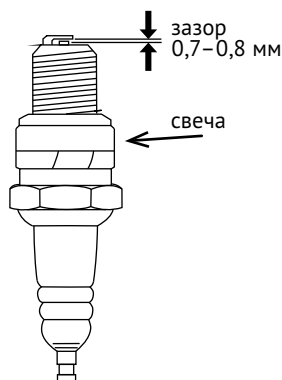

рис. 12
3. Осмотрите свечу, очистите контакты проволоочной щеткой. При помощи специального щупа измерьте зазор между электродами, его величина должна составлять 0,7–0,8 мм (см. рис. 12). Регулируя положение отрицательного электрода, установите требуемый зазор.